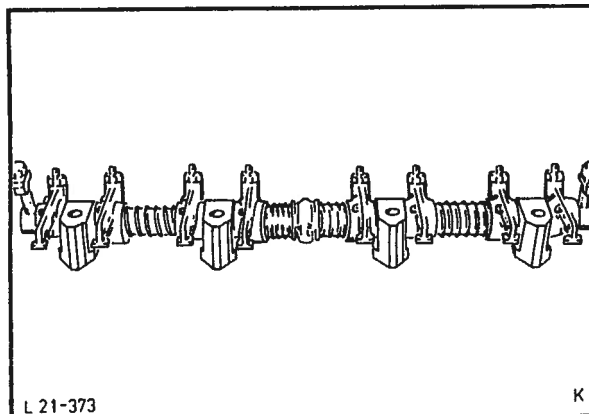

Fig. 149 Demontering av bolter fra ytre støtter.
1. Skru ut boltene (2) fra de ytre støttene og ta vekk støttene fra vippearmakselen, fig. 149.